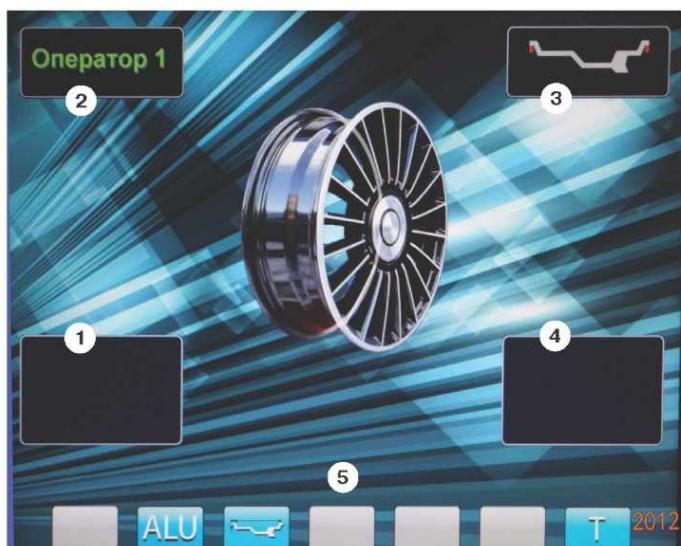

рис.8.2.
8.3. После включения питания СБ на экране монитора отображается фирменная заставка, которая через несколько секунд сменяется отображением экрана основного рабочего режима (рис. 8.2).
кнопку «ALU», при этом открывается окно схем установки грузов, отмеченных номерами рис11.3. Если после введения размеров колеса установился экран ввода геометрических параметров, необходимо перейти в экран основного рабочего режима нажатием кнопки «STOP». Для выбора нужной схемы нажмите кнопку верхнего ряда клавиатуры с соответствующим номером. Выбранная схема установки грузов отображается в окне 3 экрана основного рабочего режима (рис. 8.2).
случае в окнах 1 и 4 (рис. 8.2) высвечиваются «OK». Минимальный дисбаланс, отображающийся в окнах 1 и 4, равен 5г. Дисбаланс, превышающий 5г, округляется до величины кратной 5, т. е. дисбаланс 9, 10, 11 и 12 г отображается цифрой 10, дисбаланс 13, 14, 15, 16 и 17 г - цифрой 15 и т. д. Для просмотра неокругленного значения дисбаланса или дисбаланса менее 8г. необходимо нажать кнопку «<<», при этом в окнах 1 и 4 на 2-3 сек высвечиваются фактические значения дисбаланса, определенные в данном запуске.
12.3.4. Для проверки результатов балансировки снова запустите СБ. Если колесо отбалансировано правильно, на индикаторах 1 и 4 (рис. 8.2.) отображаются символы «OK».